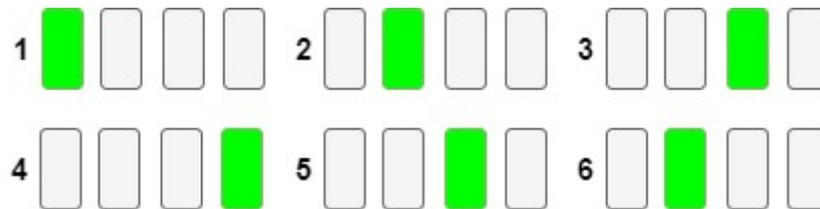

Figura 1: Estados do Passeio do Cavaleiro
- Passeio do cavaleiro: Os 4 LEDs (D1 a D4) devem realizar o algoritmo do passeio do cavaleiro, ou seja, no tempo  $t$  acende-se D1, no tempo  $t+1$  apaga-se o D1 e acende-se o D2, até acender o D4. Após isso, fazer o caminho contrário apagando-se D4 e acendendo-se D3, e assim, até acender-se o D1. O algoritmo apresenta no total 6 estados que são representados na Figura 1.